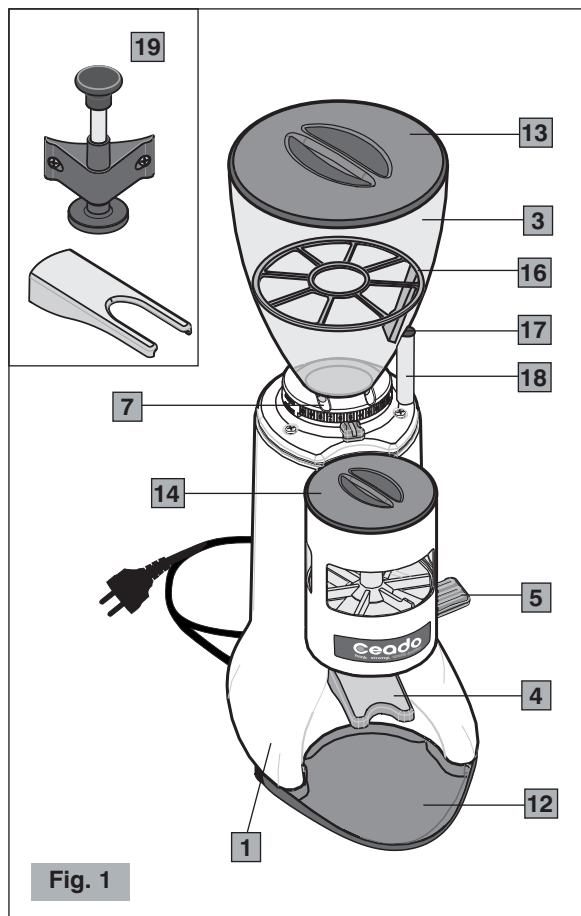

Fig. 1
2. Posizionare un sacchetto vuoto di capacità adeguata sotto la bocchetta erogatrice (1 Fig.1) bloccandolo con l'apposita leva di sostegno (2 Fig.1).
2. Position an empty bag or sachet of a suitable capacity underneath the discharge opening (1 Fig.1), blocking it with the dedicated clip (2 Fig.1).
### Componenti principali (Fig. 1, Fig. 2, Fig. 3, Fig. 4)
Il macinacaffè per espresso modello E15 è dotato di una griglia di sicurezza rimovibile (16 Fig. 1) inserita all'interno della campana.
Prima di operare con il macinacaffè, inserire la griglia di sicurezza all'interno della campana caffè, nell'unica posizione che permetta di far combaciare il sensore magnetico (17 Fig. 1) della griglia con l'estremità dell'asta di sicurezza (18 Fig. 1).